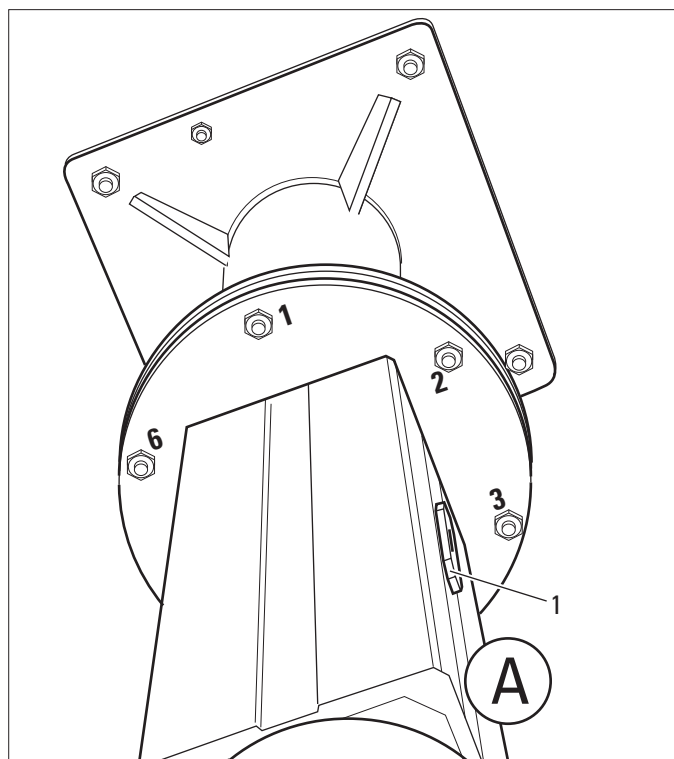

Bild 2
- ⇒ Präzisionswasserwaage (1) auf Seite **A** unterhalb der Schraube **2** senkrecht an das oberste Segment des Telescope Mounts anlegen (Bild 2).